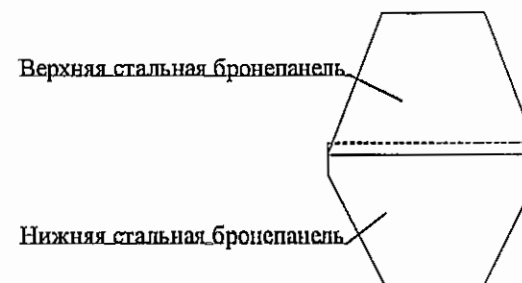

Рисунок 1.
4.4. Устанавливайте стальные бронепластины строго в порядке указанном на рис.1. Не допускается установка верхней пластины в нижний карман внешнего текстильного чехла, и наоборот. Нижняя стальная бронепанель устанавливается первой.